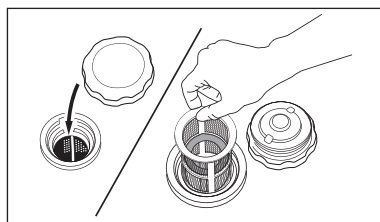

рис. 20
1. Снимите пластмассовый фильтр, расположенный под крышкой горловины топливного бака (рис. 20).